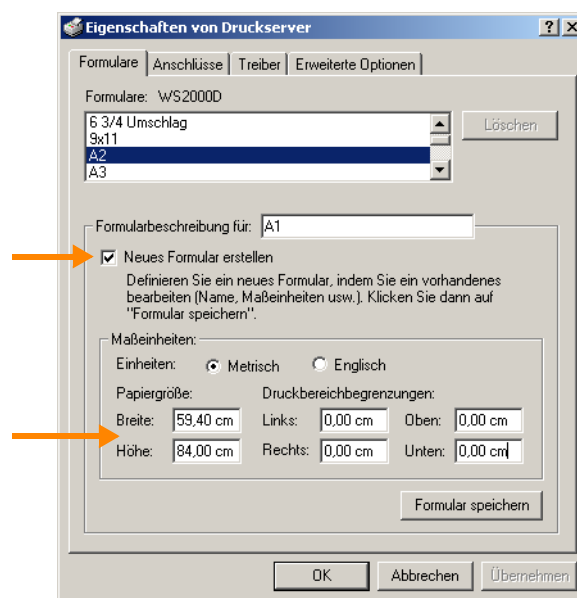

Bild 9 Format A1 definieren
3. Wählen Sie NEUES FORMULAR ERSTELLEN, und geben Sie die Papiermaße von A1 ein: 59,4 cm x 84 cm bzw. 23,39 Zoll x 33,07 Zoll (Bild 9).